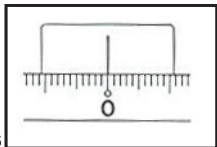

Рис.16
- 2) Наведитесь на точку А и вращайте лимб „9” до совмещения индекса с отсчетом  $0^\circ$ . (Рис.16)